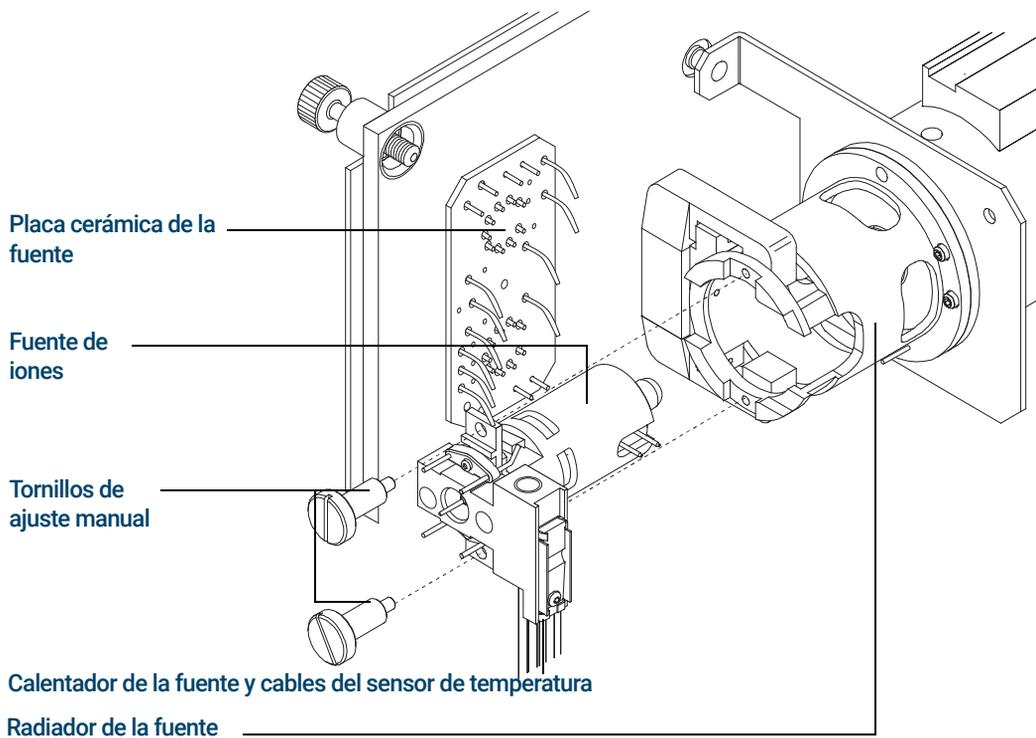

Figura 48. Desmontaje de la fuente EI XTR o Hydrolnert
- 4 Retire los tornillos de ajuste manual que sujetan la fuente de iones. (Consulte la **Figura 48**).